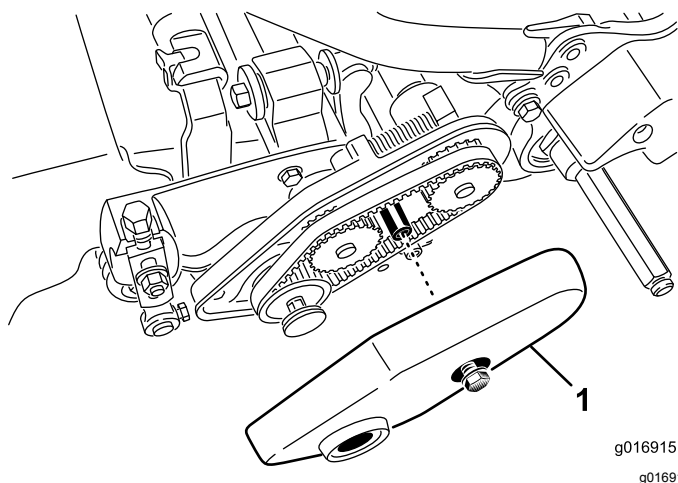

Figura 15
2. Allentate il bullone della flangia che fissa il copricinghia, e togliete il copricinghia per accedere alla cinghia (Figura 15).